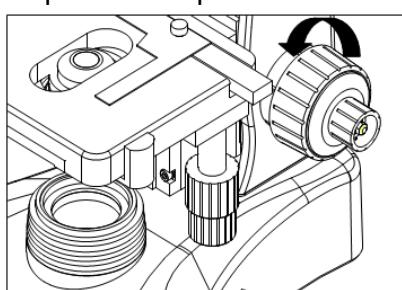

Fig.5
2.2.3 Instalación de los objetivos (Fig.5 & 6)